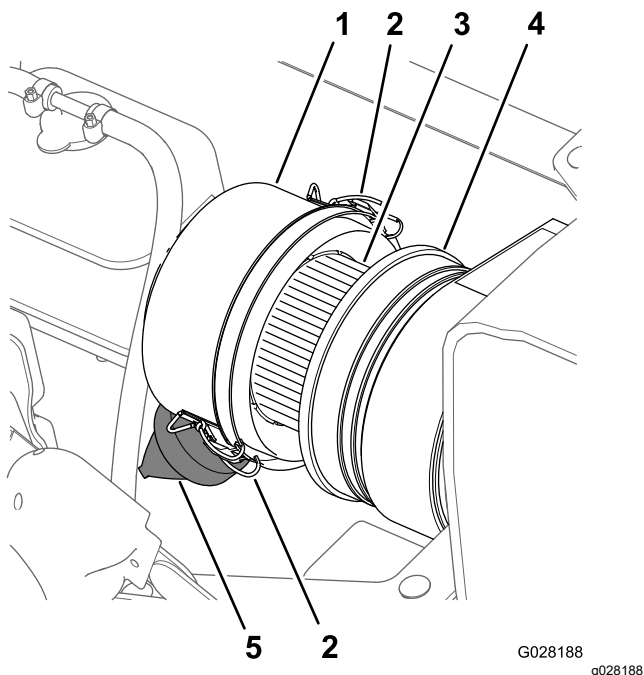
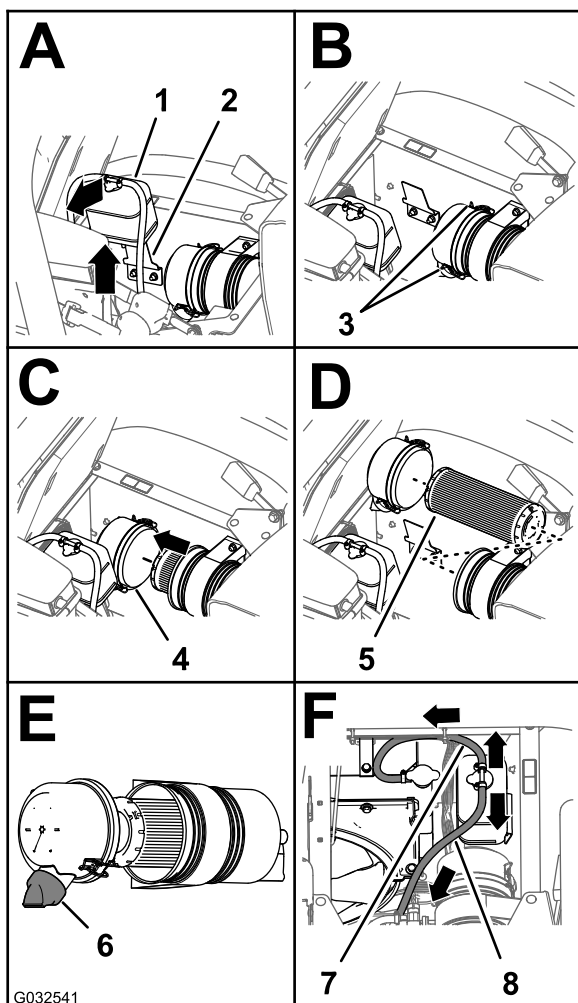

Figure 76
Figure 77
3. Nettoyez le capuchon antipoussière et le boîtier du filtre à air (Figure 76).
4. Recherchez sur le boîtier du filtre à air des dommages susceptibles d'occasionner des fuites d'air (Figure 76).
5. Pressez la valve à poussière pour éliminer les saletés, la poussière et les débris (Figure 76).
7. Vérifiez que l'élément du filtre à air ne présente pas de dépôts excessifs de poussière, saleté ou débris (Figure 76).
8. Reposez le capuchon antipoussière sur le boîtier du filtre à air et fixez-le en place avec les 2 attaches (Figure 76).
2. Nettoyez le capuchon antipoussière et le boîtier du filtre à air (Figure 76).
3. Soulevez le réservoir de trop-plein de liquide de refroidissement pour le déposer de son support (Figure 77).
4. Desserrez les 2 attaches qui fixent le capuchon antipoussière sur le boîtier du filtre à air (Figure 77).
6. Nettoyez l'intérieur du capuchon antipoussière, du boîtier du filtre à air et de la valve à poussière avec un chiffon humide (Figure 76 et Figure 77).
7. Insérez l'élément filtrant neuf dans le boîtier du filtre à air (Figure 77).
8. Reposez le couvercle sur le boîtier du filtre à air et fixez-le en place avec les 2 attaches (Figure 77).
Remarque: Vérifiez que la valve à poussière s'aligne bien entre les positions 5 et 7 heures vu de l'extrémité (Figure 77).
9. Placez le réservoir de trop-plein du liquide de refroidissement en face de son support et fixez solidement le réservoir (Figure 77).
Important: Vérifiez que le flexible de décharge de pression est dirigé vers l'avant et le bas et que le flexible d'évent du réservoir est dirigé vers l'arrière, comme montré à la Figure 77.